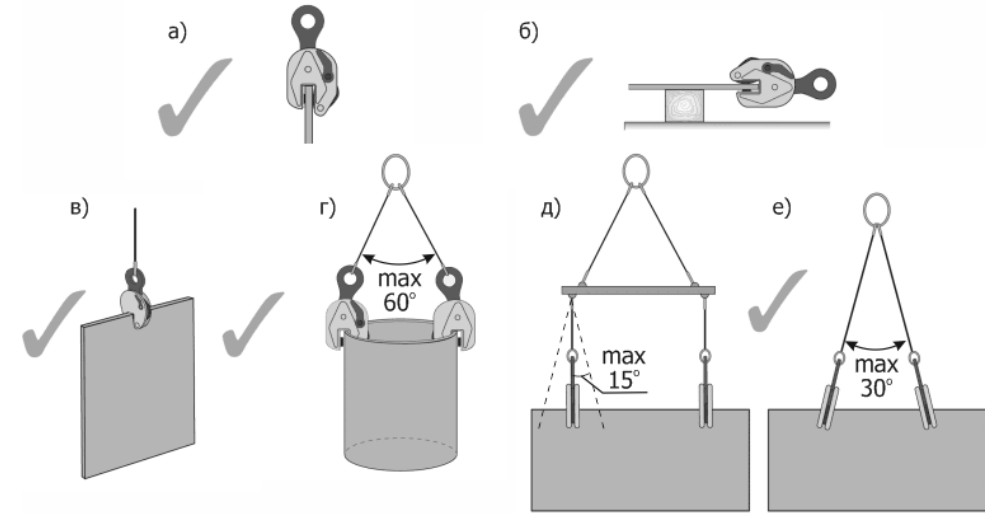

Рис.2. Рекомендуемые схемы строповки грузов
3.7. При одновременном использовании нескольких захватов на стропе необходимо обеспечить такую длину ветвей ,чтобы угол между ними был: не более 60° - рис.2г; не более 30° - рис.2д, 2е.